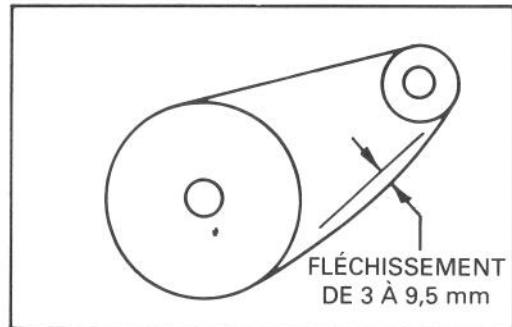

Figure 29
#### RÉGLAGE DE LA CHAÎNE D'ENTRAÎNEMENT (fig. 29 à 32)
1. Vérifiez le fléchissement de la chaîne en soulevant celle-ci à mi-course sans forcer. Il doit mesurer entre 3 mm et 9,5 mm (Fig. 29). Sinon, il convient d'ajuster la chaîne.